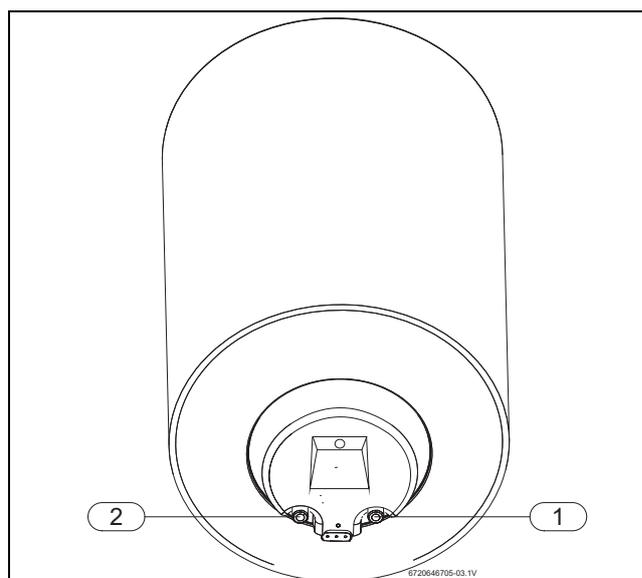

Fig. 6
- ▶ Identificar a tubagem de água fria e de água quente, de forma a evitar uma possível troca (→Fig. 6).